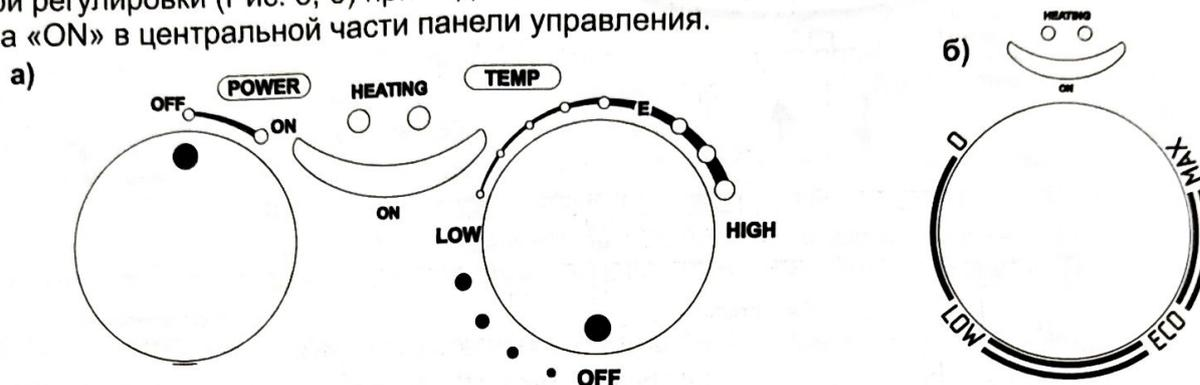

Рис. 3 Ручки управления водонагревателя: а) «WH» модели, б) «TT WH» модели
5.4. Панель управления (Рис. 3) состоит из:
7.1.5. Для включения водонагревателя в моделях, оснащенных выключателем (Рис. 3, а) необходимо повернуть ручку «POWER» в положение «ON». В моделях, оснащенных только ручкой регулировки (Рис. 3, б) при подключении вилки к розетке загорится индикаторная лампа «ON» в центральной части панели управления.
7.2.1. В моделях, оснащенных регулятором температуры (Рис. 3), температура нагрева воды может регулироваться ручкой, соединенной с термостатом в соответствии с обозначениями.
7.2.2. Температура устанавливается вращением ручки регулировки (Рис. 3, а, «TEMP») по часовой стрелке для увеличения температуры нагрева и против часовой стрелки для ее уменьшения.
7.2.3. Индикаторная лампа (Рис. 3, «HEATING») будет постоянно гореть во время фазы нагрева и погаснет после достижения заданной температуры.
7.2.4. Рекомендуется установить регулировочный винт термостата в положение (Рис. 3, а. «E» и б. «ECO»), соответствующее примерно 75% от максимального. В этом случае водонагреватель работает в экономичном режиме, значительно снижая скорость образования накипи.